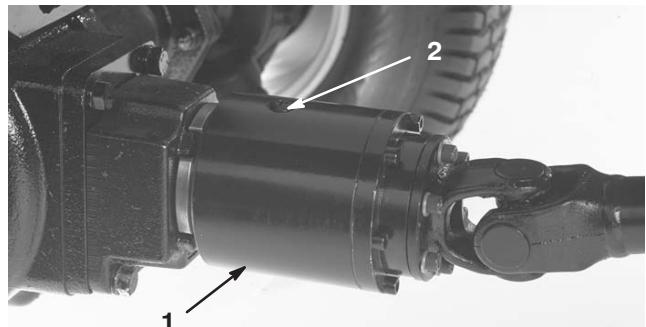

Bild 21
2. Drehen Sie die Kupplung (Bild 21), sodass die Schraube auf 12 Uhr steht (12 Uhr abgebildet).